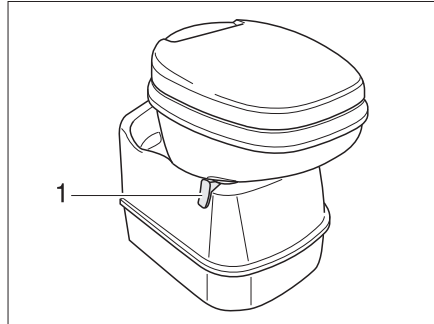

Fig. 151 Taza del inodoro Thetford, basculable
- Antes del lavado, abrir la corredera del inodoro Thetford. Para ello, empujar la palanca de corredera (Fig. 151,1) en sentido contrario a las agujas del reloj.
- Girar la palanca de corredera (Fig. 151,1) en sentido de las agujas del reloj. Se cierra la corredera. Para el vaciado **debe** estar cerrada la corredera en el inodoro Thetford.